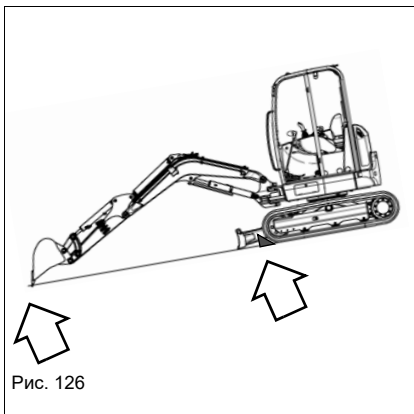

Рис. 126
- Заблокировать транспортное средство противооткатным упором (см. Рис. 126).